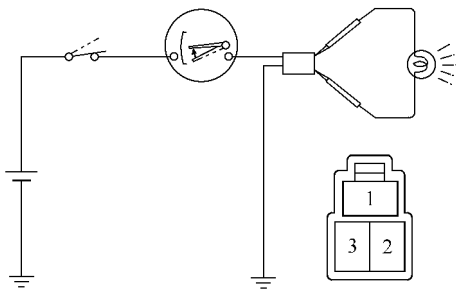

图 18-113 检查灯泡是否点亮、燃油表指针是否向满的一侧方向移动
2) 将配线侧接插件的端子 2 和 3 通过一个 3.4V 的试验灯泡连接起来，将点火开关置于 ON 位置，检查灯泡是否点亮、燃油表指针是否向满的一侧方向移动，如图 18-113 所示。